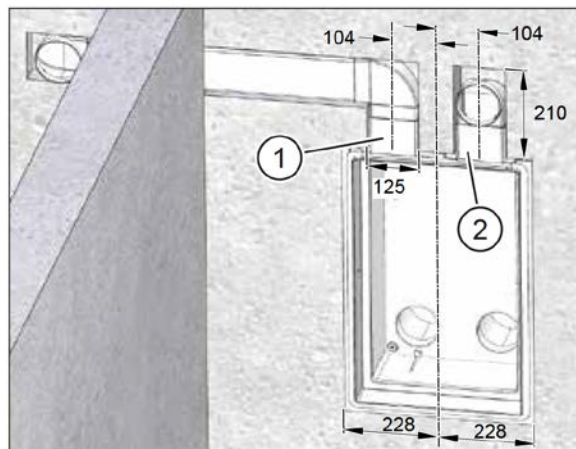

Рис. 13: штробы в стене для соединительных элементов плоского канала, размеры в мм
- ▶ Используя штроборез сделайте две штробы - для канала вытяжного воздуха (поз. 1 на рис. 13) и для канала приточного воздуха (поз. 2 на рис. 13) шириной 125 мм, глубиной 85 мм и высотой не менее 210 мм (см. рис. 13).
На рис. 13 вы найдете пример вертикальной и горизонтальной прокладки плоских каналов.